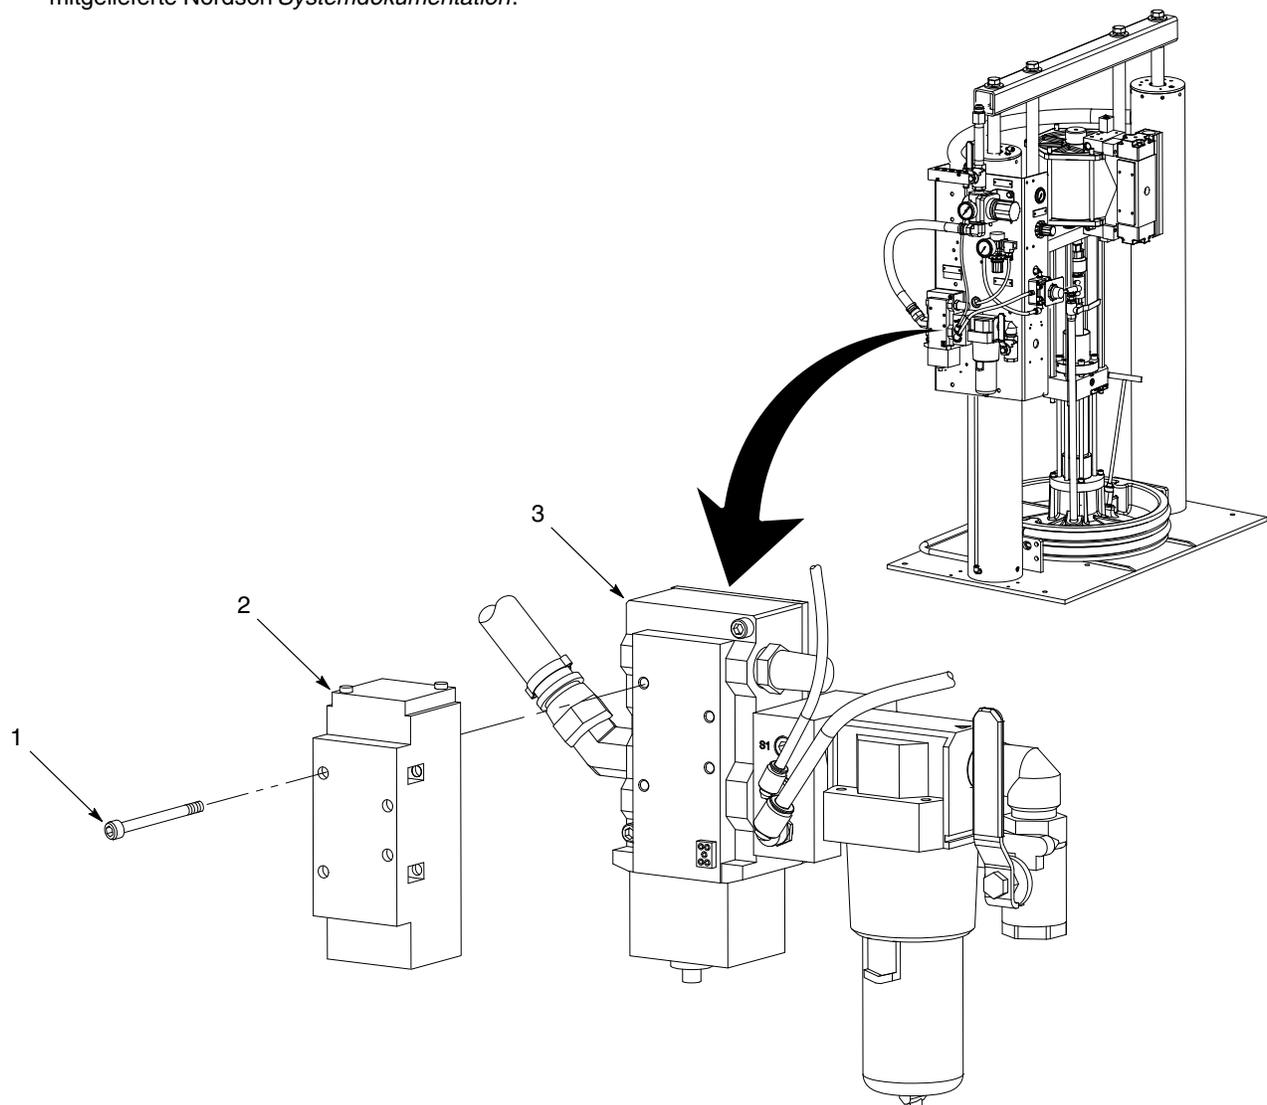

Abbildung 5 Typische Installation von Luftmotor-Steuerventilen
1. Siehe Abbildung 5. Das gewünschte Luftmotor-Steuerventil (2) mit den Schrauben (1) an der Basis für das Luftmotor-Steuerventil (3) befestigen. Die Schrauben fest anziehen.